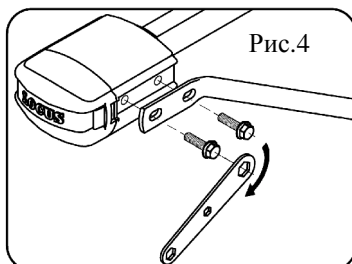

Рис.4
- 5.1. Присоединить вибраторы (2) к монтажной коробке, как показано на рис.4.